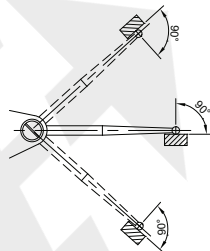
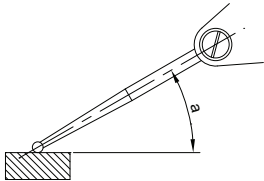

fig.4
fig.5
- 3. Durante a medição, os estiletes devem estar na vertical em relação à direção da medição (fig. 4). Quando o estilete estiver em ângulo com a direção da medição (fig. 5), deve ser feita a seguinte correção.